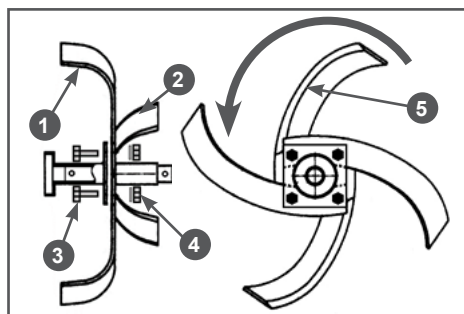

Рис. 2 Сборка правой внутренней фрезы
1. Установите ножи фрез на квадратные фланцы осей фрез. Установку ножей нужно начинать с внутренней оси (Рис. 2). Для примера на Рис. 2
показана установка ножей на правую внутреннюю ось. В первую очередь на фланец устанавливаются правые ножи 2 (имеющие изгиб в сторону от коробки передач), затем устанавливаются левые ножи 1 (имеющие изгиб к коробке передач) (Рис. 2).
2. Закрепите ножи на фланце оси с помощью болтов 3 и шайб с гайками 4 (Рис. 2).
Ножи должны быть установлены так, чтобы лезвия 5 ножей врезались в землю при движении мотокультиватора вперед (Рис. 2).